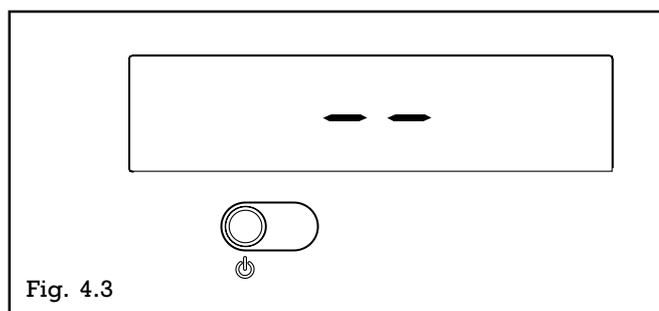

Fig. 4.3
Il est possible d'arrêter le cycle automatique en appuyant sur le bouton "🔌" (Fig. 4.3).
- ⚠ La chaudière se rallume dans l'état dans lequel elle était avant extinction: si elle se trouvait en position OFF, l'afficheur montre deux segments en son centre (fig. 4.3).